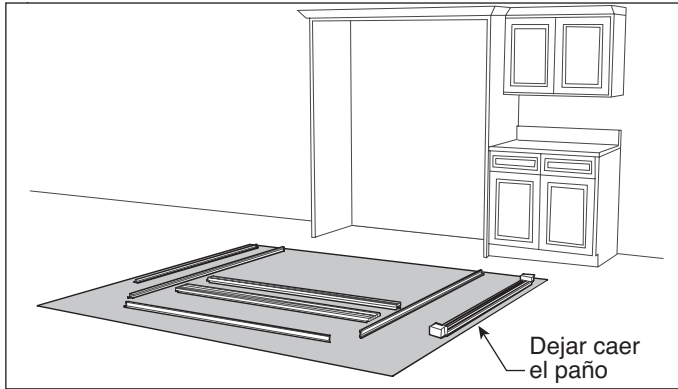

Figura 1
1. Coloque las piezas fuera en un área limpia hacia abajo. Asegúrese de colocar una tela protectora sobre el piso para evitar rayar el kit de molduras y/o el piso. (Consulte la Figura 1).